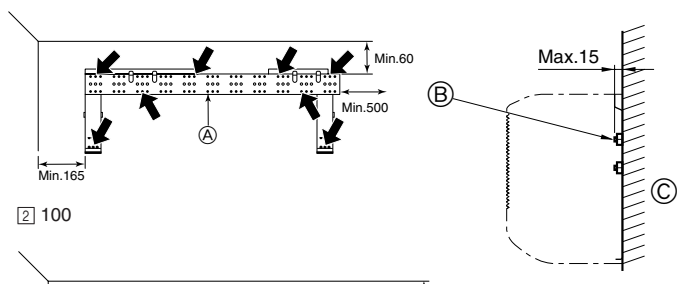

Fig. 3-4
- ▶ De muurbevestigingsmal moet aan weerszijden en indien mogelijk ook in het midden worden bevestigd. Zet hem nooit op één plaats vast en zorg altijd dat de mal symmetrisch bevestigd is (het beste is de mal te bevestigen op alle plaatsen die met een vette pijl staan aangegeven). (Fig. 3-4)